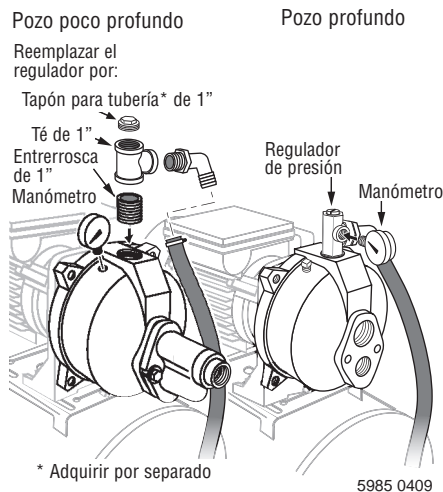

Figura 4 : Instalar un regulador de presión y un manómetro para pozo profundo. Instalar un té de cebar y un manómetro para pozo poco profundo.
- Paso 2. Instale el regulador de presión y el manómetro en el cuerpo de la bomba (vea la Figura 4).
- Paso 2. Saque el regulador de presión del cuerpo de la bomba. Reemplácela con una entrorroscas bicónica de 1" NPT, un Té de 1" x 1" x 3/4" NPT, y un tapón para tubería de 1" NPT (vea la Figura 1). Instale el manómetro en el orificio tapado en el cuerpo de la bomba (vea la Figura 4).
- Paso 1. Saque la válvula de control del cuerpo de la bomba. Reemplácela con una entrerroscas bicónica de 1" NPT, un Té de 1" x 1" x 3/4" NPT, y un tapón para tubería de 1" NPT (vea la Figura 1). Instale el manómetro en el orificio tapado en el cuerpo de la bomba (vea la Figura 4).
- Paso 1. Instale el regulador de presión y el manómetro en el cuerpo de la bomba. Vea la Figura 4, página 34.